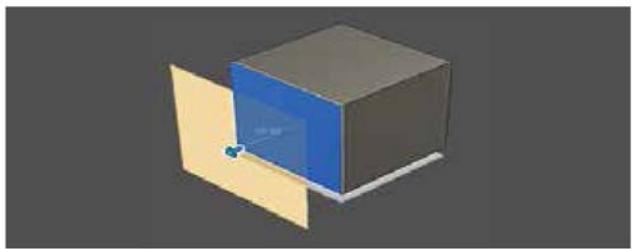

图 2-82
(1) **偏移平面**: 创建从选定面或平面偏移得到的构造平面。选择面、平面或草图轮廓，然后指定偏移距离，如图 2-82 所示。